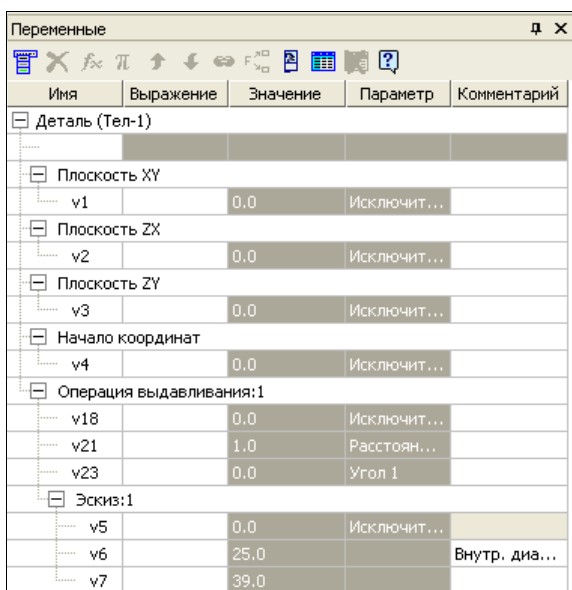

Рис. 48.10. Диалоговое окно **Переменные** с раскрытыми операциями и эскизами
- ◆ нажмите кнопку **Переменные**  на панели **Стандартная**. В левой части окна появится диалоговое окно **Переменные** (рис. 48.10). Это окно вы можете за заголовок переместить, уменьшить по длине и ширине и даже закрепить;